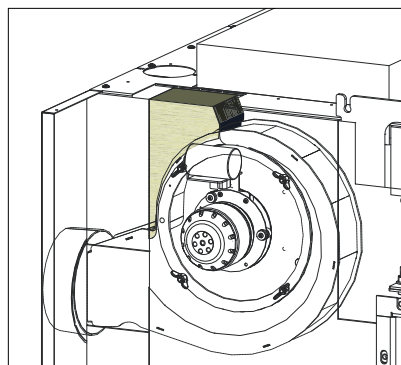

Fig. 28 Isolierung oben bei Abgasstutzen hineinstecken
- ▶ Isolierung (beiliegend – Fig. 7) oben bei Abgasstutzen hineinstecken – Fig. 28.